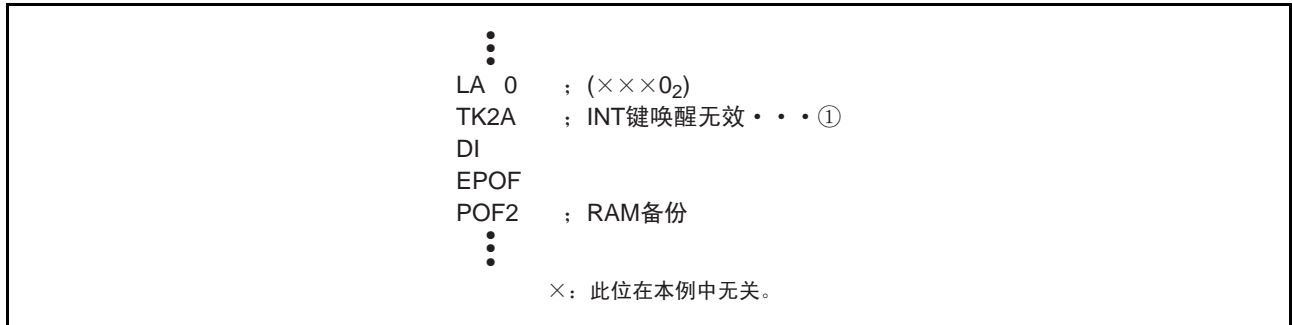

图 30 外部 0 中断程序例子 2
- 在禁止INT引脚输入时（寄存器I1₃= “0”），必须在转移到掉电模式前将INT引脚的键唤醒设定为无效（寄存器K2₀= “0”）（图30①）。